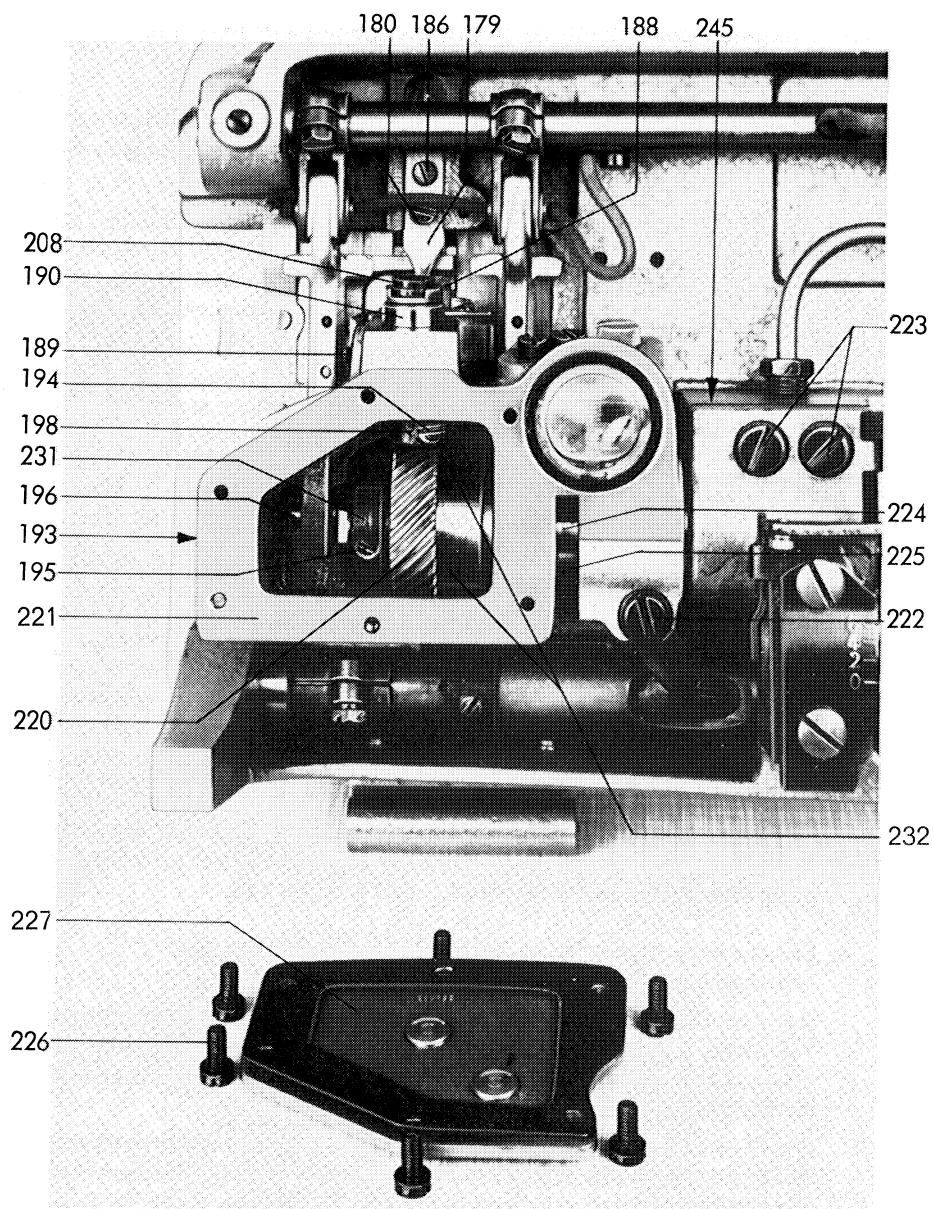

Abb. 28
1. Nähfuß, Nadel, Stichplattenschieber, Stichplatte, Transporteur und Spulengehäusehalter 179 (Abb. 28) entfernen (hierzu nur die Schraube 180 herausschrauben);
Zum Einstellen dieses Abstandes löst man die Befestigungsschraube 180 (Abb. 28) nur soweit, daß sich nach Lösen der Schraube 186 der Spulengehäusehalter 179 auf dem Verschiebeblech dem gewünschten Abstand entsprechend verstellen läßt. Nach vorgenommener Einstellung sind die Befestigungsschrauben 180 und 186 wieder fest anzuziehen.
2. durch die freiwerdende Bohrung der Schraube 191 die Klemmschraube 194 (Abb. 28) und durch die freiwerdende Bohrung der Schraube 192 die Klemmschraube 195 lösen;
29. Auswechseln des Greifers (Abb. 28)
2. Außer der bereits gelösten Klemmschraube 222 (Abb. 28) sind noch die Klemmschrauben 223 und 232 zu lösen.
1. Nach Herausschrauben der Schrauben 226 (Abb. 28) die Abdeckplatte 227 abnehmen und das Öl aus dem Gehäuse entfernen;